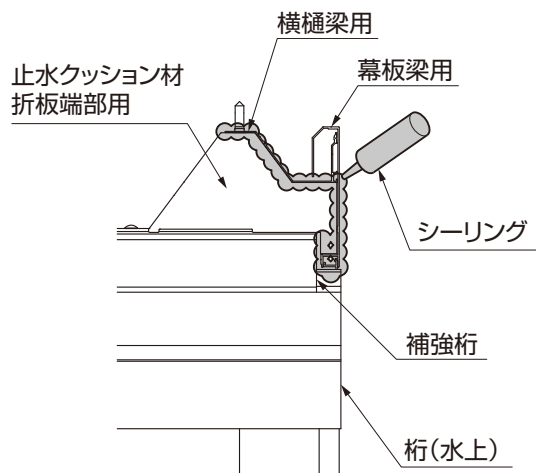
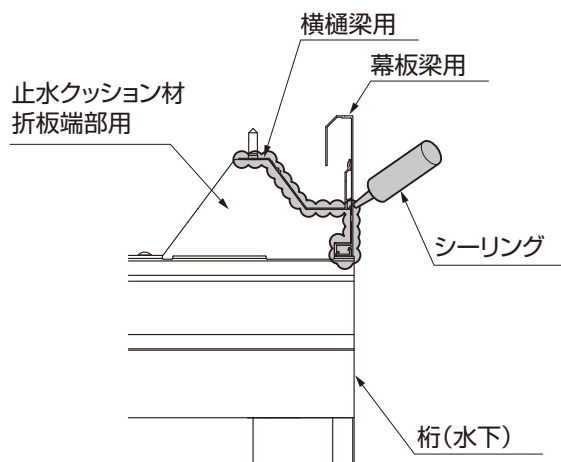

図16-20 (水上側)端部面戸
図16-21 (水下側)端部面戸
①折板端部の止水クッション材にシーリングしてください。(図16-20、図16-21参照)